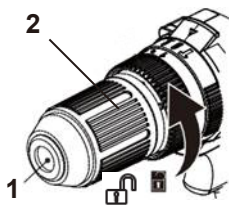

Fig. 3
1. Tournez la bague du mandrin (2) dans le sens anti-horaire jusqu'à ce que les mors du mandrin (1) soient suffisamment ouverts pour insérer le foret/l'embout (Fig. 3).